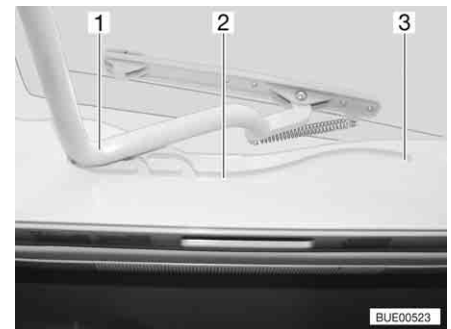

Bild 85 Heki-Dachhaube, Führung
- Den Bügel (Bild 85,1) in den Führungen (Bild 85,2) bis in die hinterste Position (Bild 85,3) ziehen.
- Den Bügel (Bild 85,1) mit beiden Händen leicht nach oben drücken.
- Den Bügel in den Führungen (Bild 85,2) bis zur gewünschten Stellung ziehen.